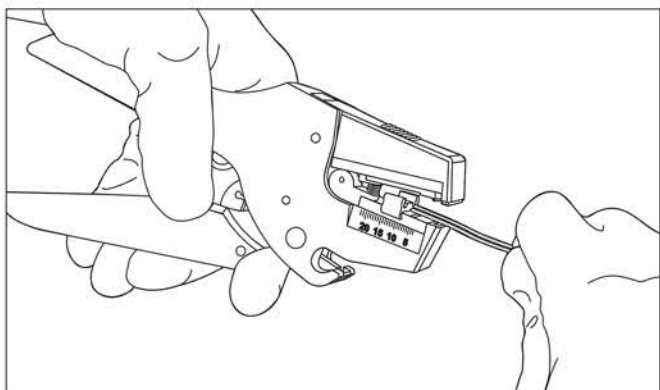
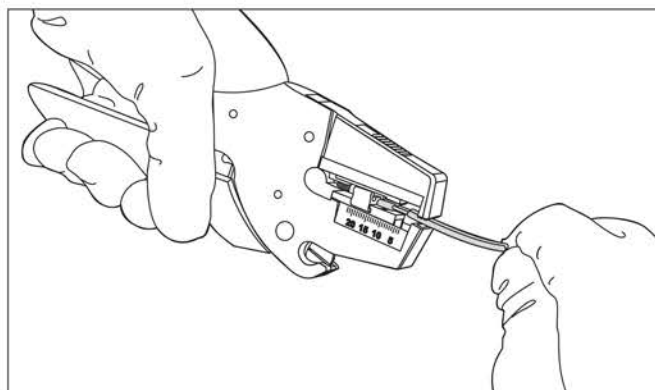
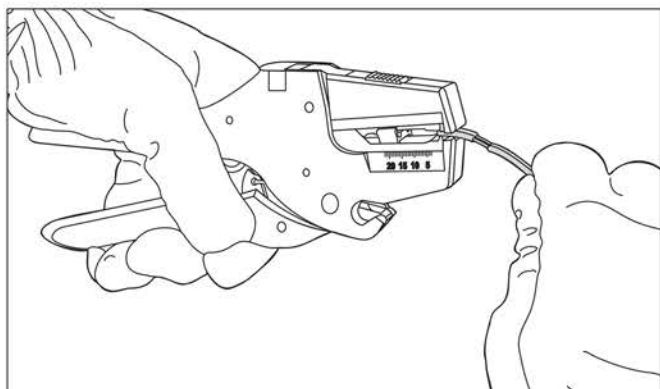

Рисунок 4
Рисунок 5
Рисунок 6
5.4 Поместить жилу провода в стриппер, прижав конец к регулятору длины зачистки (рисунок 4), и удалить изоляцию (рисунок 5). В случае неполного схода отрезка изоляции с жилы зажать его в механизме удержания и потянуть за провод до его полного удаления (рисунок 6).